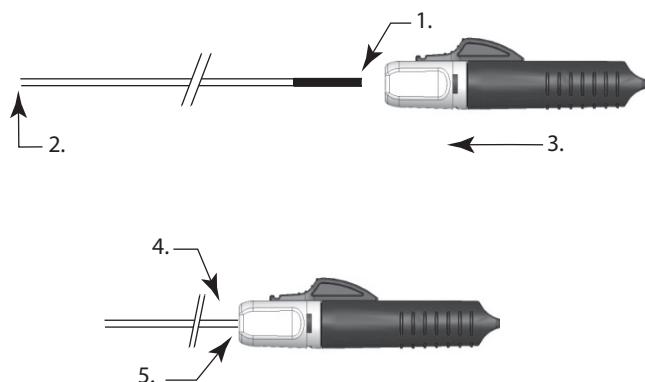
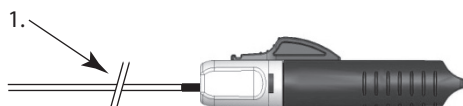

Figure 3
Figure 4
13. Tenir l'extrémité proximale du dispositif d'insertion d'implant à l'extrémité distale de l'indicateur de charge. Faire avancer l'I.D. (Instant Detacher) par-dessus l'extrémité proximale du dispositif d'insertion d'implant jusqu'à ce que l'indicateur de charge pénètre entièrement dans l'entonnoir et que le dispositif d'insertion soit fermement calé dans l'entonnoir (Voir Figure 3).
Remarque : Si la bande repère apparaît toujours comme dans la figure 4 ci-après, faire avancer davantage l'I.D. (Instant Detacher) jusqu'à ce que le dispositif d'insertion d'implant soit parfaitement calé dans l'entonnoir comme dans la figure 3 ci-dessus.